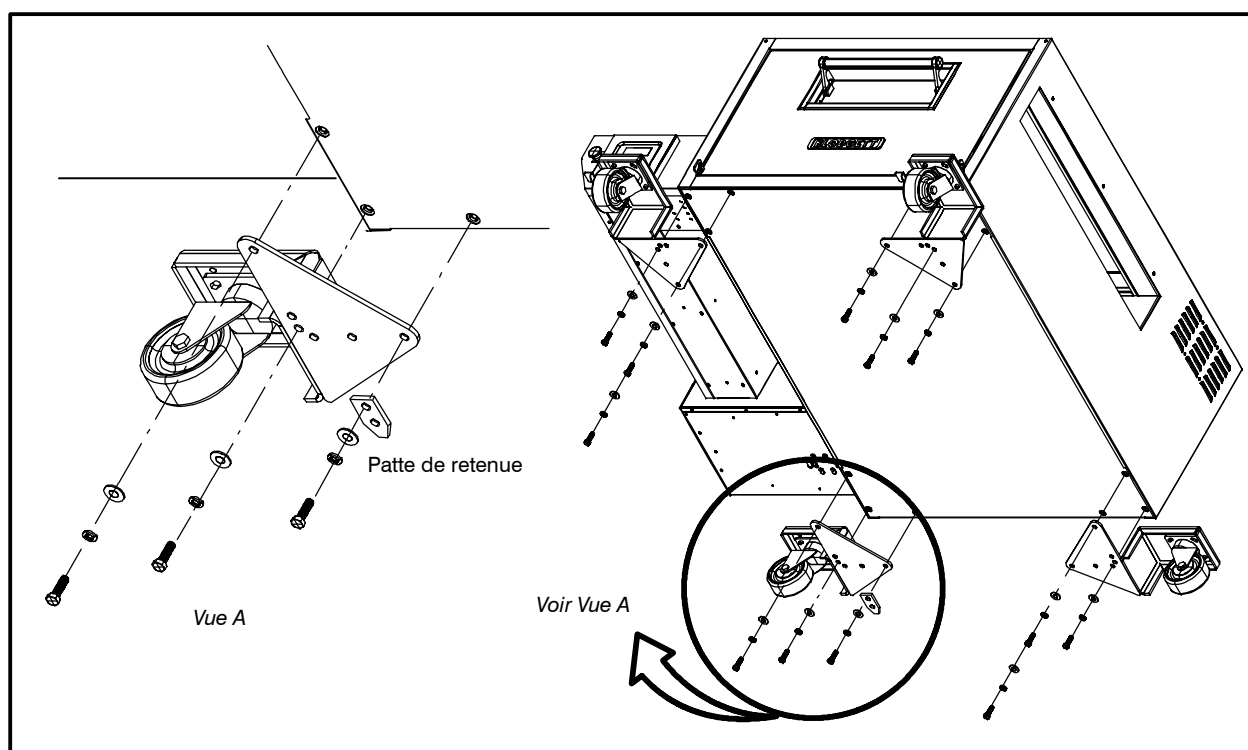

Figure 5
1. Montez les ensembles à roulette sur le four à l'aide de vis 3/816 à tête hexagonale, de rondelles et de rondelles de sécurité. Voir la Figure 5 pour l'orientation correcte des roulettes.
Sur les modèles au gaz, fixez la patte de retenue à la roulette arrière gauche comme indiqué à la Figure 5.